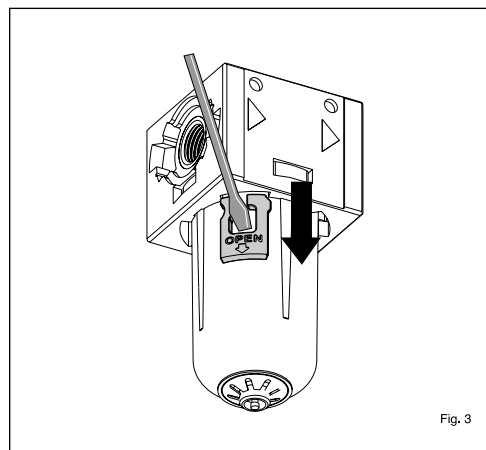

Fig. 3
- 1) Retirer l'ergot de sécurité en le tirant vers le bas (Fig.3)
- 1) Extraiga el diente de seguridad tirando del mismo hacia abajo (Fig. 3).
- 1) 把齿轮拉动拿掉(图3)
- 1) Retire o dente de segurança puxando-o para baixo (Fig. 3)
- 1) Die Verriegelung herausziehen, indem sie nach unten gezogen wird (Abb. 3)
- 1) Достаньте предохранительный зуб, потянув его вниз (Рис. 3)